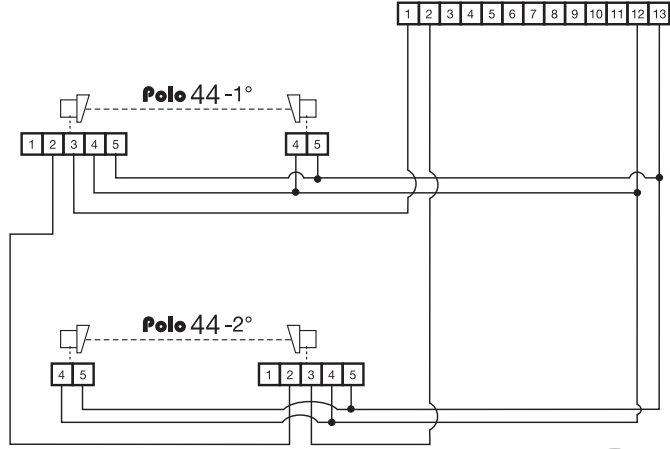

Fig. 3
- Para lograr un centrage perfecto, hay que sujetar ambas cajas (1) una enfrente de la otra, en la misma altura, por medio de los tornillos (2).
- Predisponer los cables eléctricos y realizar las conexiones con arreglo al dibujo adjunto, a continuación sujetar la toma (4) y (8) por medio de los tornillos al efecto (5) con los tres resortes reguladores (3).
- Se sigue adelante sujetando ahora la fotocélula, regulando los tres tornillos (5). Primero se alinea el receptor (8), a continuación el proyector (4). Se logra el centrage cuando la lente del receptor no está iluminada por el led rojo interior.
- Una vez que ambos estén alineados, hay que aplicar la protección (6) sujetándola por su propio tornillo (7).
- En caso de que se instalen dos pares de fotocélulas, una al lado de la otra, hay que colocar el proyector al lado del otro receptor. Fig. 3
- Voor een perfecte centrering, moeten beide omhulsels (1), tegenoverelkaar, en op dezelfde hoogte met de schroeven (2) worden bevestigd.
- Bereid de elektrische draden voor en voer de verbindingen volgens het bijgevoegde schema uit, bevestig het stopcontact of basisseinhed (4) en (8) met de hiervoor bedoelde schroeven (5) met de drie regelveren (3).
- De centrering van de fotocel moet worden uitgevoerd door de drie schroeven af te stellen (5). Eerst moet de ontvanger (8), daarna de projector (4) worden afgeregeld. Wanneer de lens van de ontvanger niet door de binnenste rode lichtdiode wordt belicht is de centrering volbracht.
- Wanneer de afregeling is uitgevoerd, moet de beveiliging (6) worden aangebracht door deze met de eigen schroef (7) te bevestigen.
- In het geval er twee paar fotocellen naast elkaar worden geïnstalleerd, moet de projector naast de andere ontvanger worden geplaatst. Fig. 3